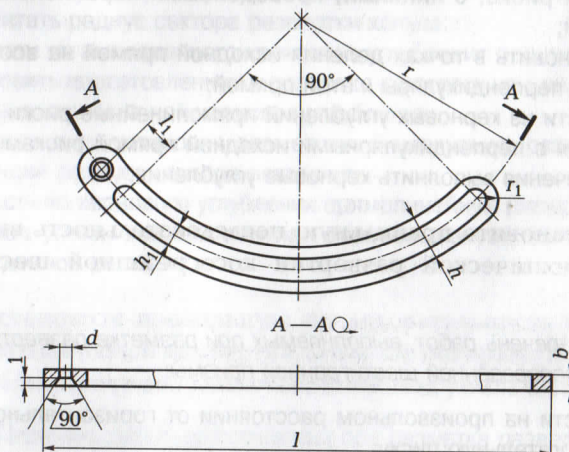

Рис. 1.1. Дуга разметочного циркуля:
13. Выполните разметку дуги разметочного циркуля, изображенного на рис. 1.1.